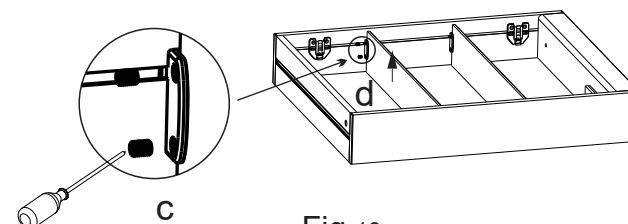

Fig. 13
4.2. Retire los 4 tornillos (c) de los soportes de la balda y retire el cristal de la balda (d), fig. 13.